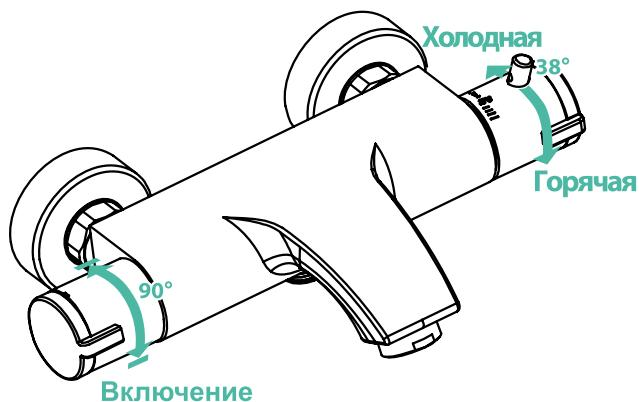

Рис. 3
- Левая ручка смесителя используется для включения/выключения смесителя и регулировки напора воды (рис. 3). В модели смесителя с изливом ручка также служит для переключения воды с излива на душ.